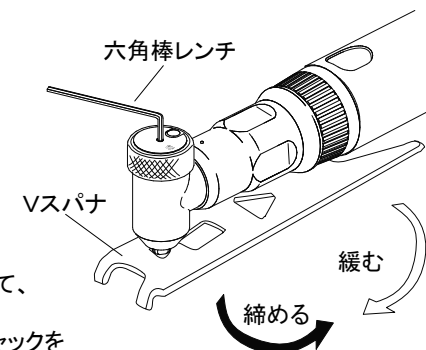

図3
- 3) 付属の六角棒レンチを着脱リング中央の穴に入れます。Vスパナを“緩む”の方向に回し、コレットチャックを取外します。(図3参照)